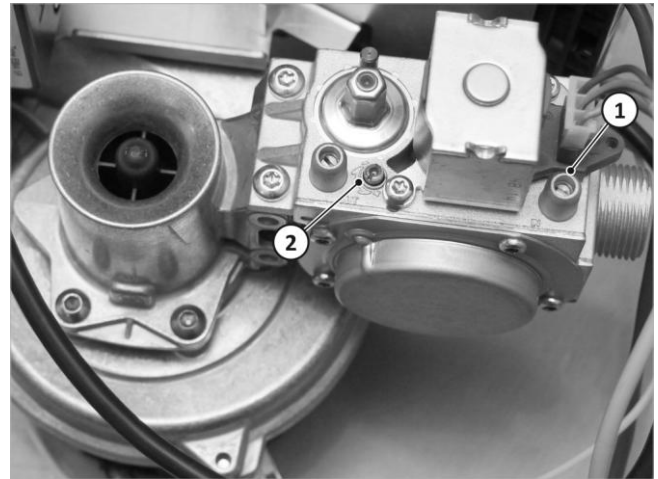

Fig. 119: Regolazione del bruciatore
- Per controllare la pressione di flusso del gas con il bruciatore in funzione utilizzare il raccordo di misura → fig. 119 (1).